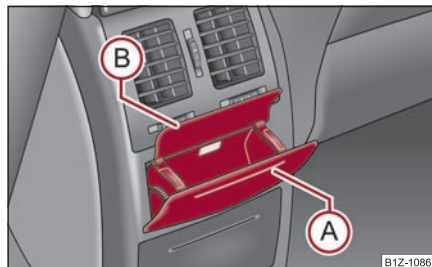

Fig. 115 Consola centrală superioară: Scrumiera spate
- Apăsați pe partea superioară a capacului scrumierei în zona (A) ⇒ fig. 115.